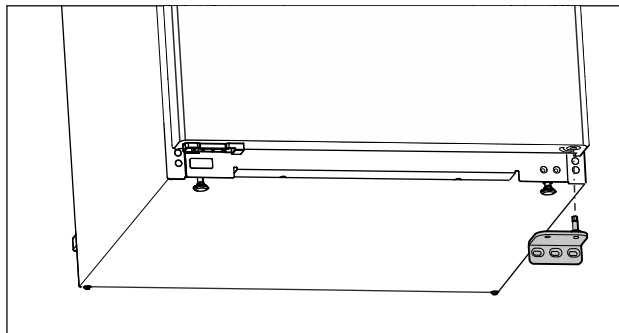

Fig. 15
- ▶ Sejměte stojan ložiska směrem dolů. (viz Fig. 15)